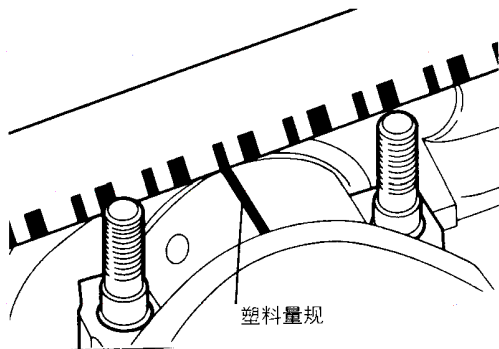

图 2-88 测量出连杆轴承间隙
(1) 目测检查轴承表面有无不均匀接触面、条状擦伤、刮痕和卡住现象。如果损伤明显应予以更换。若条状擦伤和卡住严重，则还应检查轴，如果曲轴上出现损伤，则应更换曲轴或重磨曲轴减小尺寸继续使用。
(2) 测量连杆轴承内径和曲柄销外径，计算出连杆轴承间隙。也可按图 2-88 所示，用塑料量规直接测量出连杆轴承间隙。连杆轴承间隙标准值为 $0.014\sim 0.050\text{mm}$ ，极限值为 0.10mm 。如果连杆轴承间隙超出极限值，有必要时应更换轴承和曲轴。或者重磨曲轴减少尺寸使用，此时应同时换用小尺寸轴承。